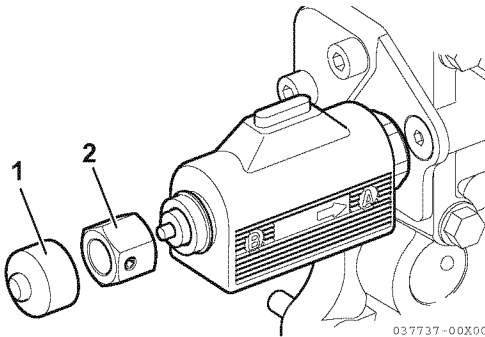

Figura 8
1. A motore(i) fermo(i), togliere il tappo (1, **Figura 8**) e il dado di emergenza (2, **Figura 8**).